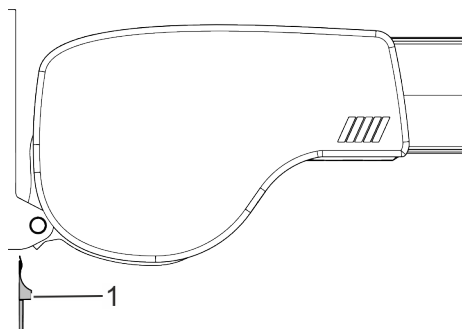

Abb. 38: Klemmkeil entfernen
6. ➤ Markise an den Führungsschienen leicht anheben und Klemmkeil (Abb. 38/1) entfernen.